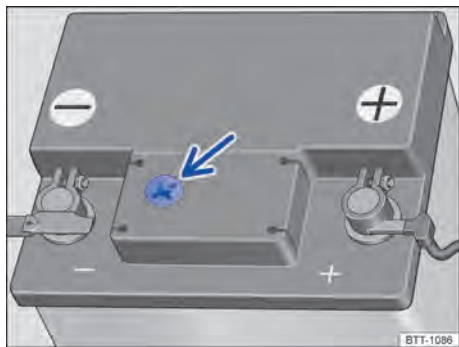

Fig. 231 Representação esquemática: visor no lado superior da bateria do veículo 12 V.
- Providenciar iluminação suficiente para poder identificar o indicador colorido no visor redondo no lado superior da bateria do veículo 12 V → Fig. 231 (seta). Jamais utilizar chamas expostas ou objetos incandescentes como iluminação.